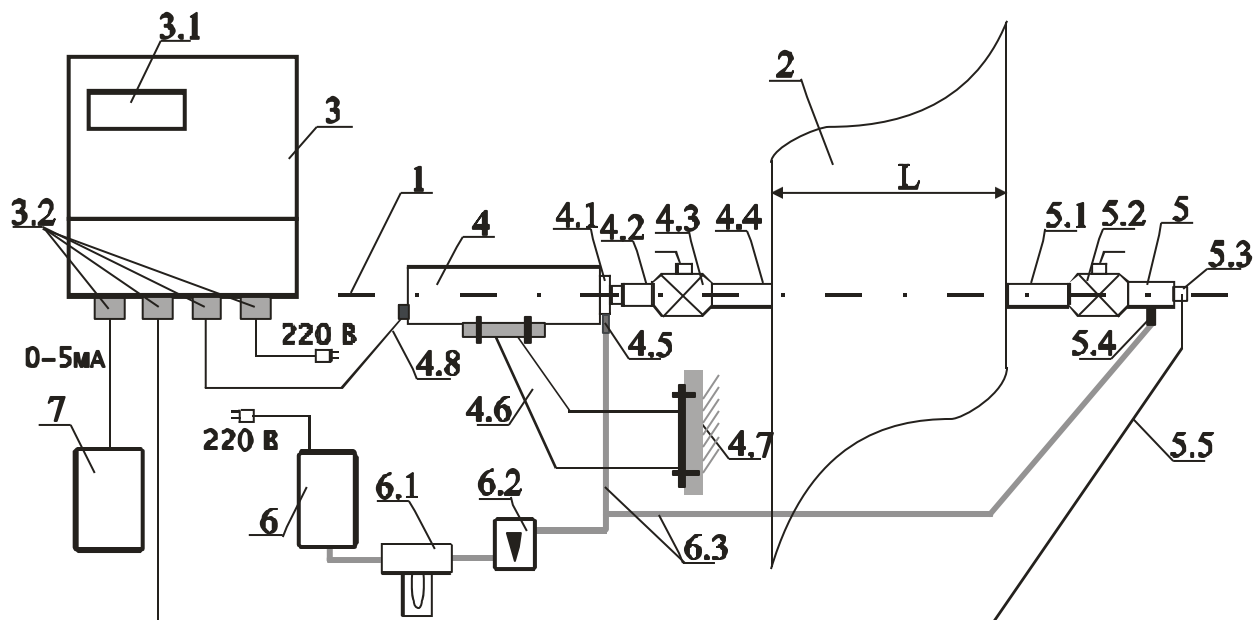

Рис.1. Схема электрических и газовых соединений «АСД-04» для рабочих условий применения и калибровки.
В комплект анализатора «АСД-04» входят (см. рис.1):
Схема электрических и газовых подключений анализатора для рабочих условий применения и калибровки представлена на рис.1.
– Корпус БЦИ предназначен для щитового монтажа, размер отверстия под врезку 91x91 мм; два крепления корпуса к обратной стороне врезной панели. Подключить разъемы электрических соединений согласно рис. 1, подать электропитание 220 В (включить в сеть). Обеспечить проводку электрических цепей для подключения питания (0-5)В от БЦИ до БИ и БФ соответственно.
- Монтажная труба БИ и монтажная труба БФ ввариваются на одной оптической оси на противоположных стенах газохода (рис.1). Взаимное расположение на оптической оси контролируется визуально (можно использовать подсветку на выходе одной из монтажных труб) через монтажную трубу и/или смотровое окно. Закрепить защитные шаровые краны на соответствующих монтажных трубах, на шаровом кране БИ закрепить **защитную втулку с фильтрующей прокладкой** (рис.1). Закрепить БФ и подключить его через соответствующий разъем к БЦИ.